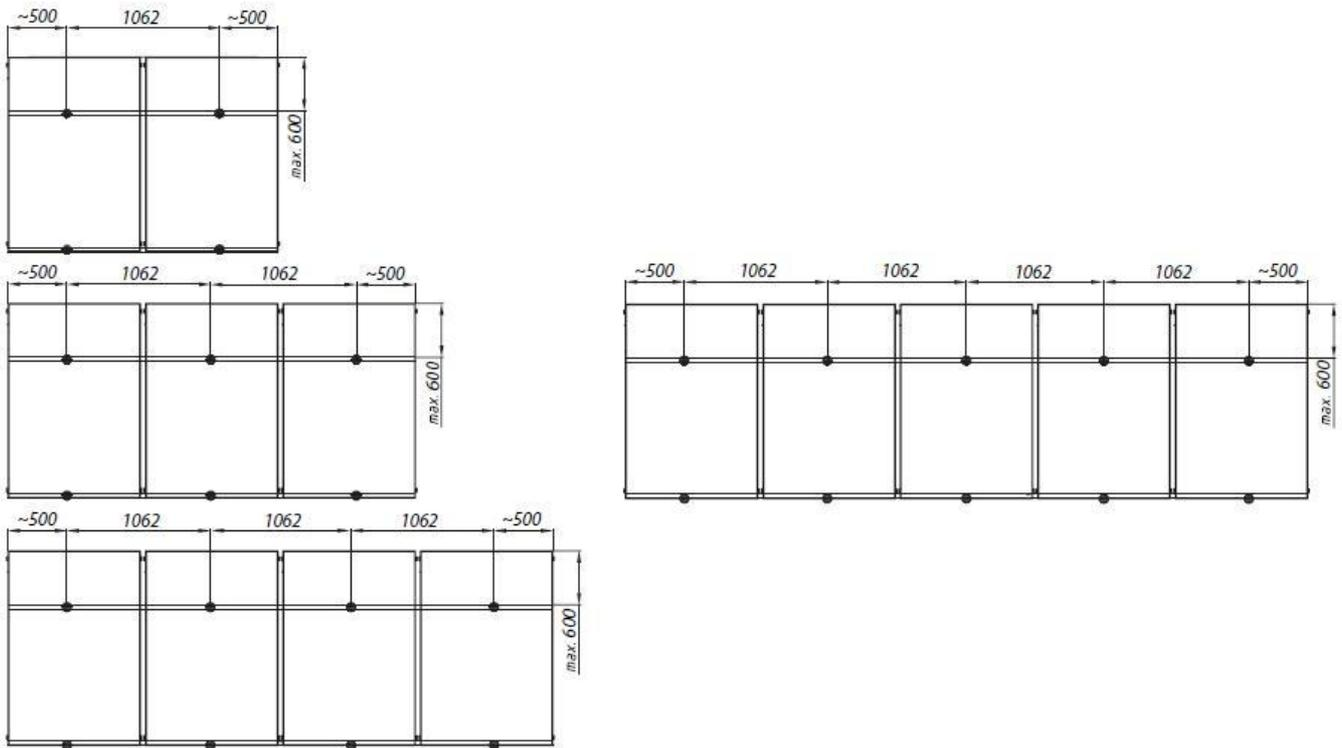
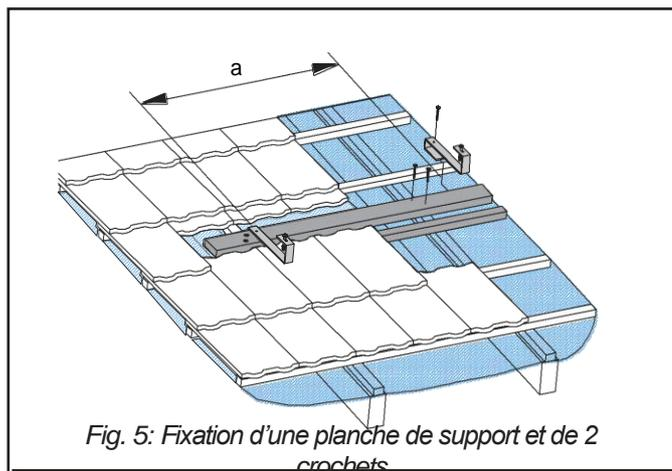

Fig. 2: Fixation des crochets
Fig. 5: Fixation d'une planche de support et de 2 crochets
- Fixer la planche de support de telle façon que le placement des crochets aboutisse à une position selon la Fig. 2. Visser les planches de support à une hauteur telle que le crochet n'empêche pas le remplacement des tuiles (voir Fig. 8).
- Fixer les crochets sur la planche de support d'après le placement Fig.2.
- Retirer les tuiles à l'emplacement de montage des (Fig. 5). Les distances pour l'emplacement des crochets sont définies sur la Fig. 2.
- Préparer deux profilés en aluminium de la longueur requise (Fig. 2). Pour le montage, choisir un emplacement où les crochets seront suffisamment ancrés dans la structure du toit (chevron ou autre élément porteur).